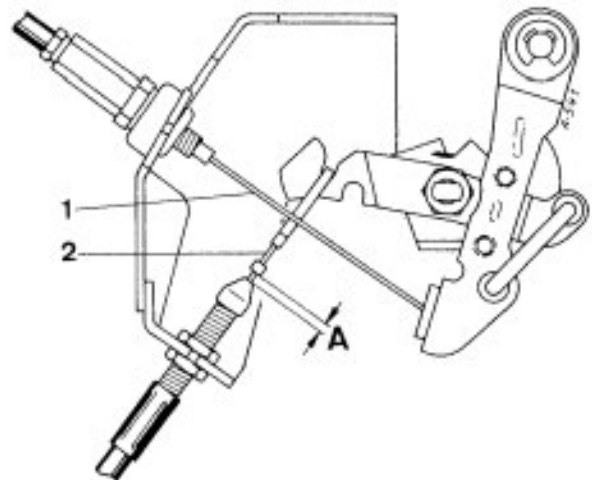

Bild 28
## 11. GASBETÄTIGUNG (Bild 28, 28a)
- Bowdenzug (1) Bild 28 so einstellen, daß ein leichtes Spiel vorhanden ist.
b) Bowdenzug (2) zusätzlich für Automatik:
- Bowdenzug (2) so einstellen, daß das Spiel (A) vorhanden ist.